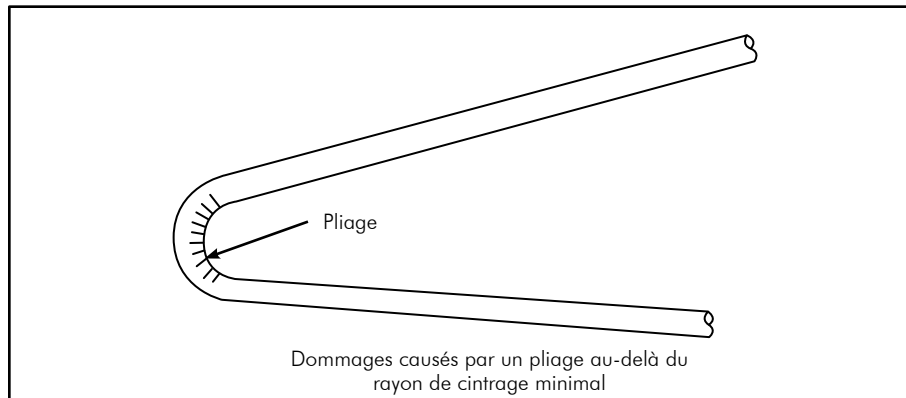

FIG. 5-4 Réparation Nécessaire
- Le tuyau a été plié au-delà de son rayon de cintrage minimum, de sorte qu'un pli apparaît (FIG. 5-4).